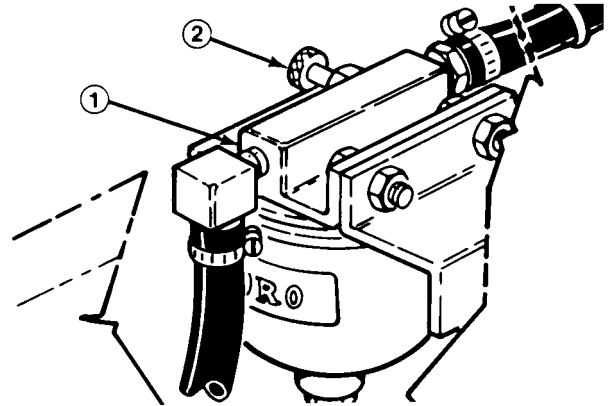

Abbildung 11
2. Links vom Hinterreifen sehen Sie die Entlüftungsschraube oben auf dem Filter/Wasserabscheider. Die Schraube lösen (Abb. 11).